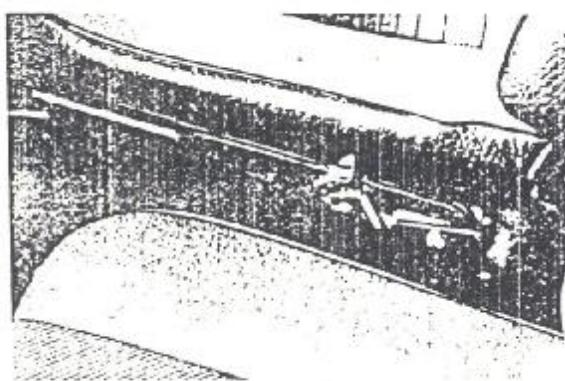

Figura 7.11.2 - Cabos removidos
3. Remover as contraporcas e porcas de ajuste dos cabos e remover os cabos da alavanca (Figura 7.11.2).